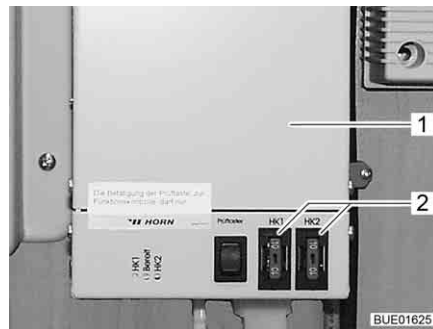

Bild 125 Regulator för avloppsledningarnas värmesystem
Säkringarna finns på regulatorn (Bild 125,1).
- Byt säkring (Bild 125,2).